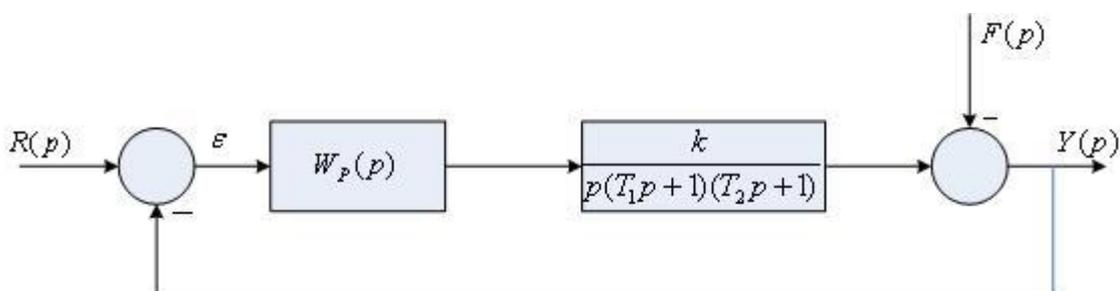

Рис. 4. Структурная схема системы
4. Настройте параметры регулятора по критерию модульного (технического) оптимума системы, состоящей из функционально необходимых элементов. Структурная схема системы приведена на рис. 4, исходные данные для первого варианта – в табл. 6.
4. Настройте параметры регулятора по критерию модульного (технического) оптимума системы, состоящей из функционально необходимых элементов. Структурная схема системы приведена на рис. 4, исходные данные для второго варианта – в табл. 6.